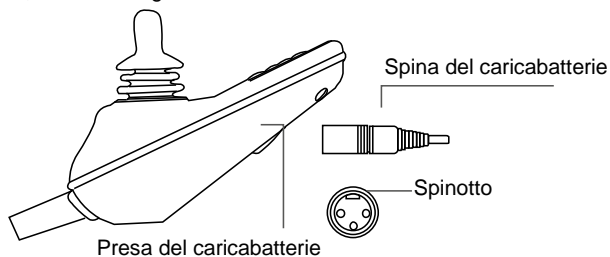

Figura 17
- ▶ Inserisca la spina di uscita del caricabatterie nella fessura inferiore del controller, si veda la Figura 17.